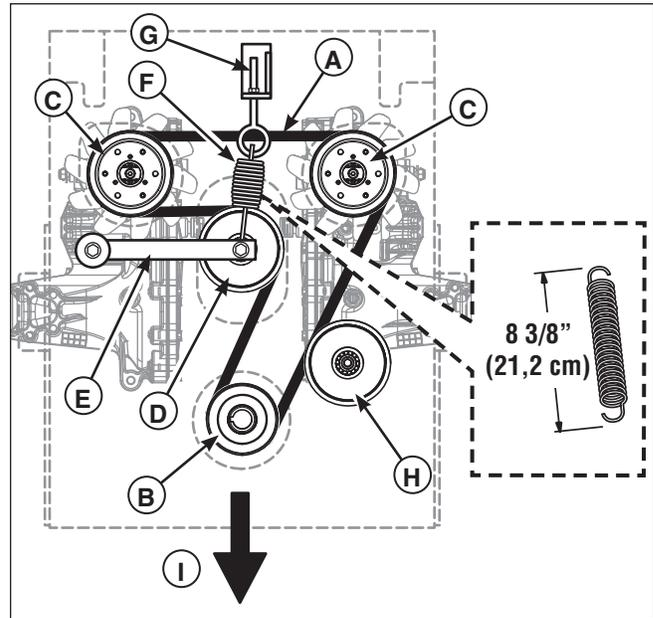

Figura 37. Reemplazo de la correa de transmisión de la bomba hidráulica
4. Suelte la tuerca del perno de anilla de anclaje del resorte (**G, Figura 37**) para liberar la mayor parte de la tensión de la correa. Tenga precaución y retire la tuerca para liberar completamente la tensión.